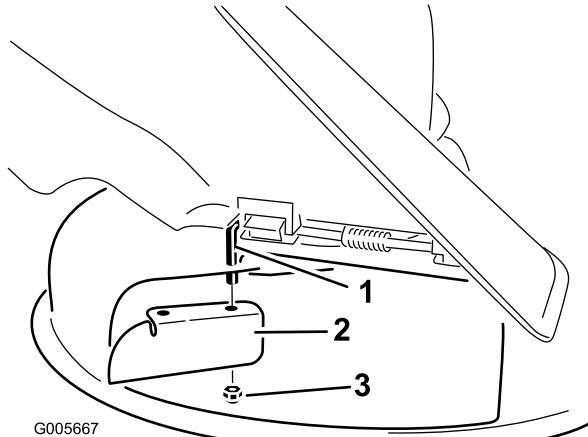

Figura 27
7. Instale o abafador de corte na haste de articulação exposta (Figura 27).
3. Retire o abafador de corte da plataforma do cortador (Figura 27).